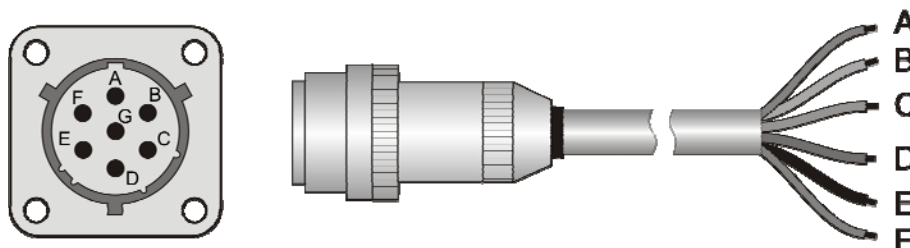

Figura 2
- Il cavo opzionale, terminato da una parte con il connettore, è in PTFE resistente agli UV, è provvisto di 5 fili più la calza (schermo), la corrispondenza tra i colori del cavo ed i poli del connettore è la seguente (figura 2):